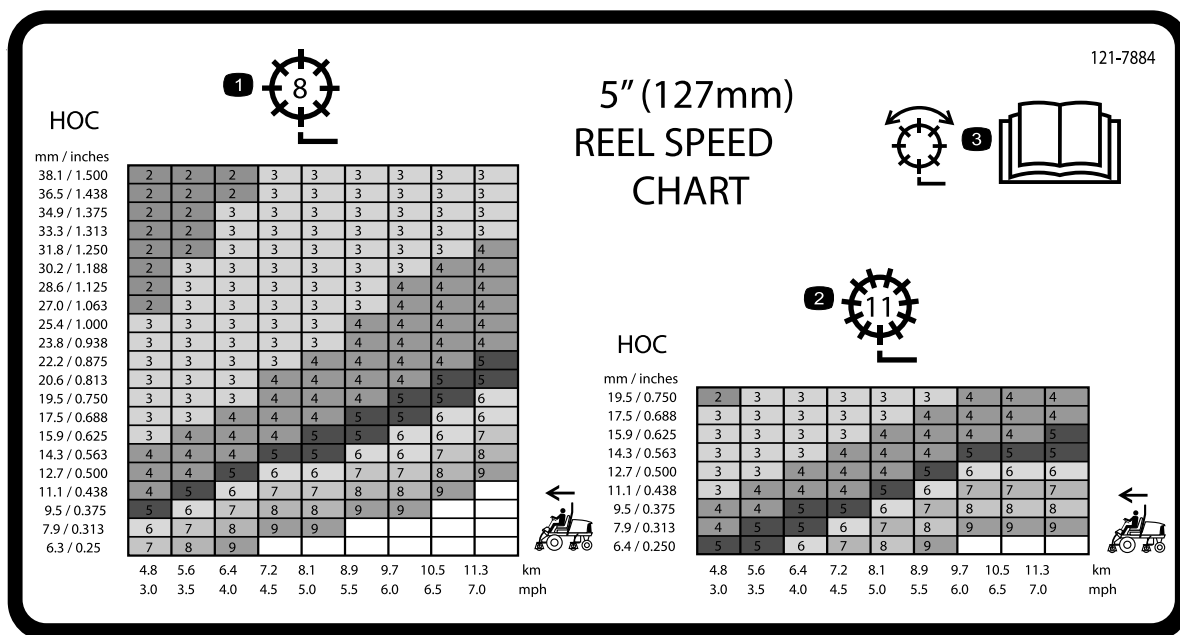
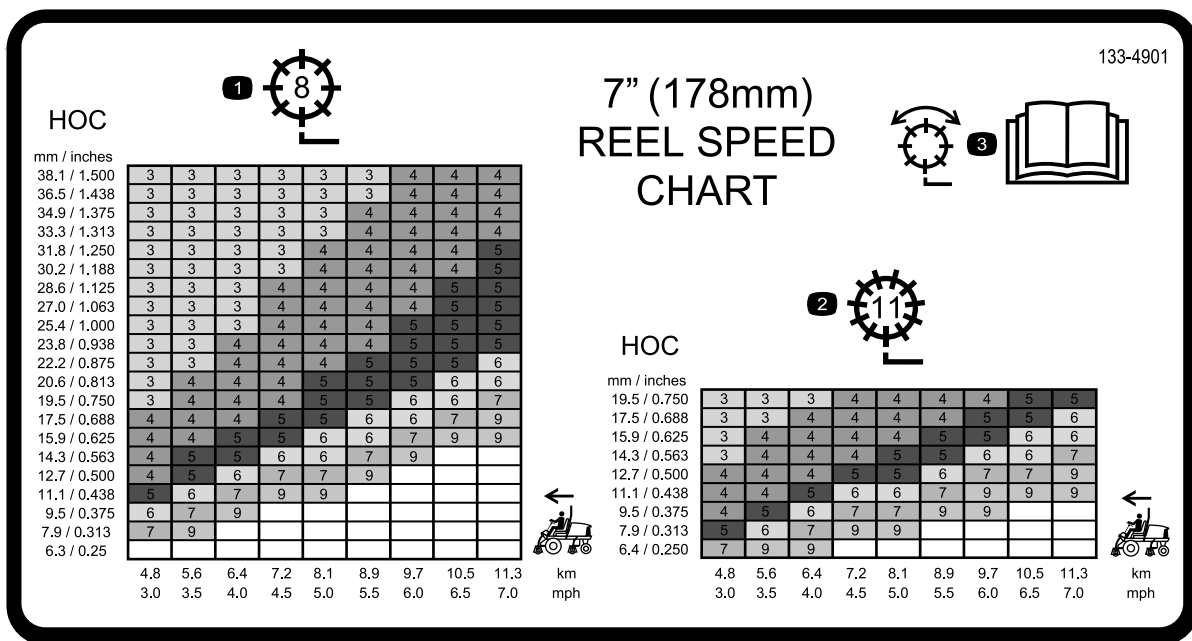

Figure 35
Figure 36
3. Reportez-vous au graphique sur les autocollants du tableau de vitesse des cylindres (Figure 35 et Figure 36) pour déterminer le réglage de vitesse de cylindre correct.